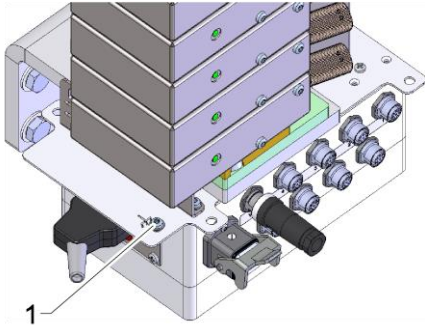

Fig. 20: Terre fonctionnelle
(point de raccordement pour la terre fonctionnelle voir (1) Fig. 20)